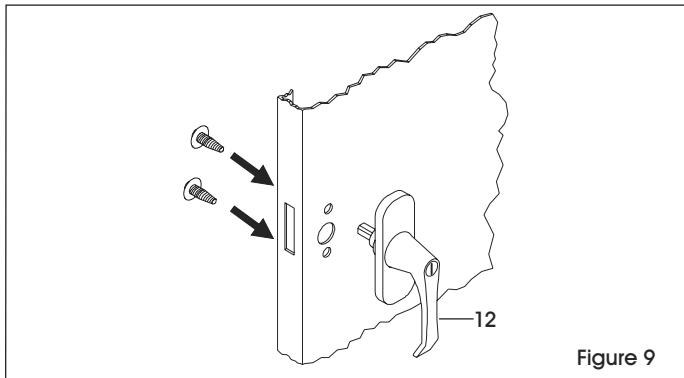

Figure 9
1. Placez la poignée de verrouillage (12) sur la porte de droite et fixez à l'aide de deux boulons fendus et deux rondelles de blocage. (Voir Figure 9)